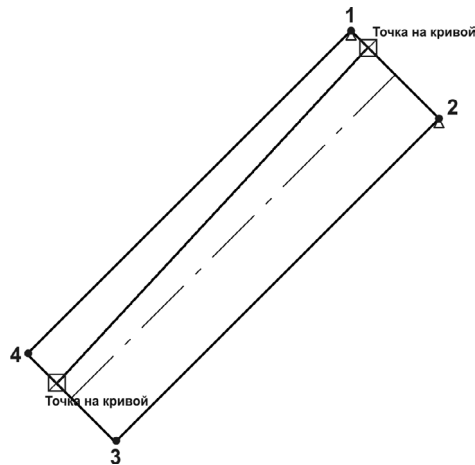

Рис. 62.38.
- 11.1. Постройте отрезок, как это показано на рис. 62.38. Начальную и конечную точки укажите с помощью привязки **Точка на кривой**.